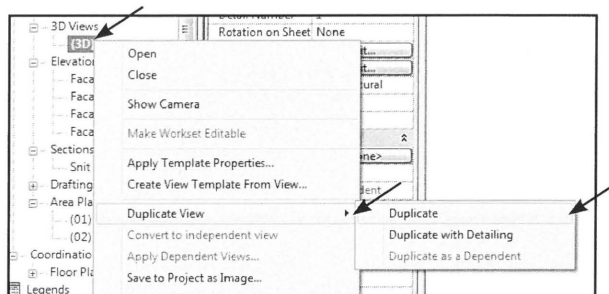

Fig. 15.03. Tag det antal kopier, som du vil have af lag i din eksplosion.
- Gå i *Project Browseren* og højreklik på *3D View* (Fig. 15.03).
- Vælg *Duplicate View - Duplicate* eller *Duplicate with Detailing*, det betyder ikke noget i dette tilfælde (Fig. 15.03).